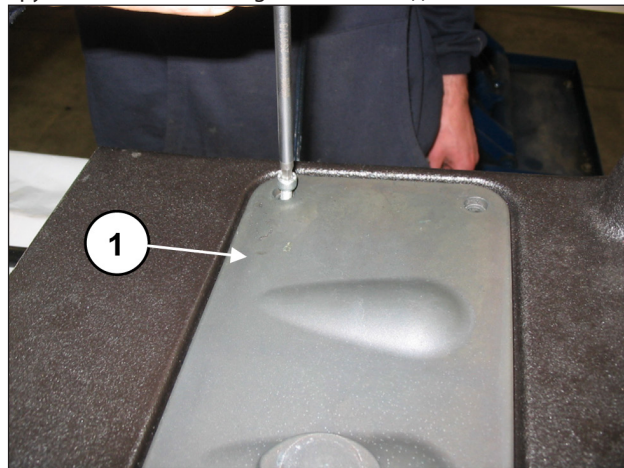
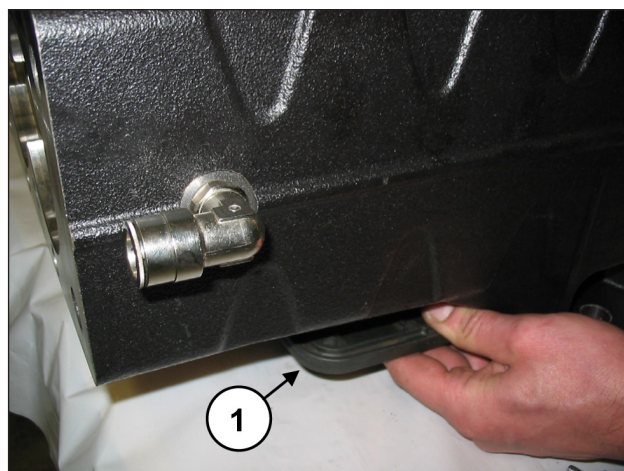

Рис. 120
Рис. 121
Снимите верхнюю смотровую крышку (поз. ①, Рис. 120) и нижнюю смотровую крышку (поз. ①, Рис. 121), открутив 4+4 крепежных винта. Снимите уплотнительные кольца круглого сечения (O-ring), если необходимо - замените.